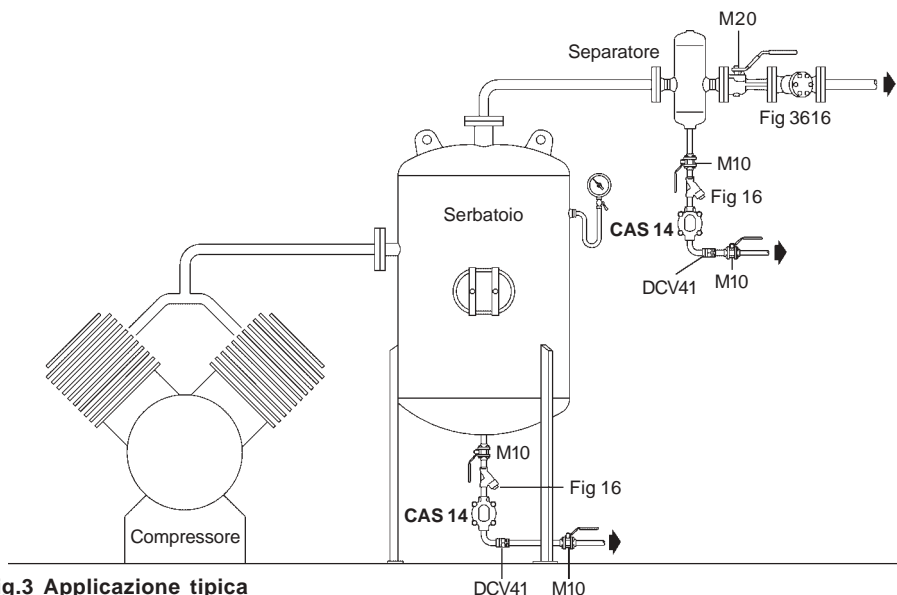

Fig.3 Applicazione tipica
- 3.6** Lo scaricatore deve essere posto al di sotto dell'uscita dall'apparecchiatura da drenare e con un piccolo tratto di tubo discendente in verticale immediatamente prima dello scaricatore. Sono sufficienti circa 150 mm; vedere la fig.3.